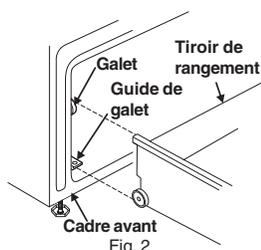

Fig. 2
3. Avec une main de chaque côté de la porte, soulevez légèrement la porte et tirez-la vers vous pour dégager les supports des charnières. Continuez à tirer la porte vers vous tout en faisant pivoter le haut de la porte vers l'appareil de façon à dégager les bras des charnières (Figure 2).